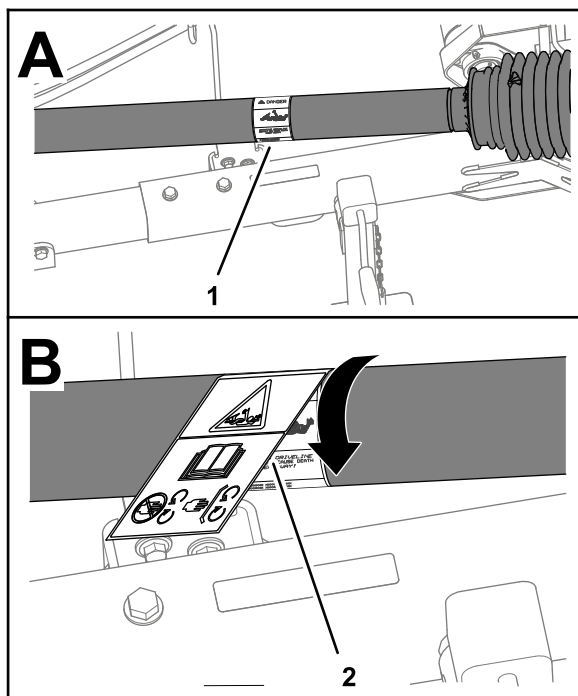

Figure 3
1. Faites pivoter la protection de l'arbre pour accéder à l'autocollant d'avertissement de coincement existant (Figure 3).
4. Apposez l'autocollant d'avertissement de coincement CE sur l'autocollant existant (Figure 3).